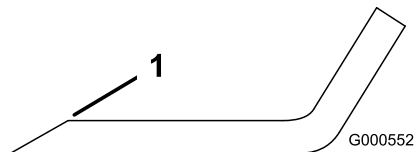

Figura 54
1. Utilize uma lima para afiar aresta de corte em ambas as extremidades da lâmina (Figura 54).